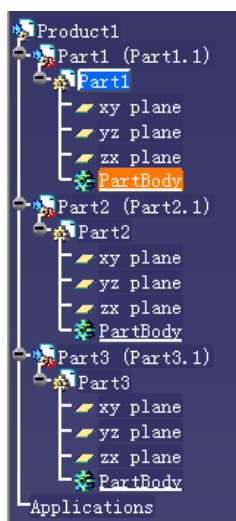

图 8-22
(1) 打开 Assembly design 后，按 Components → New Part，重复三次后 Tree 变成如图 8-22；